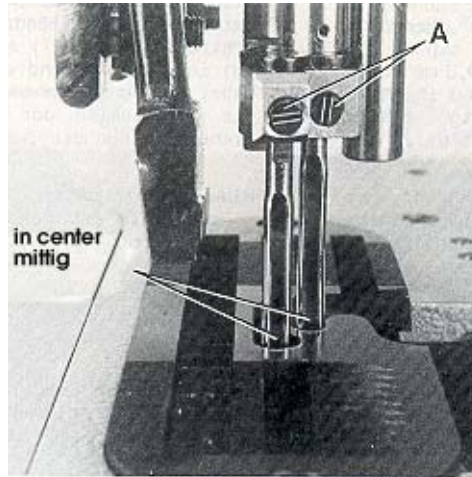
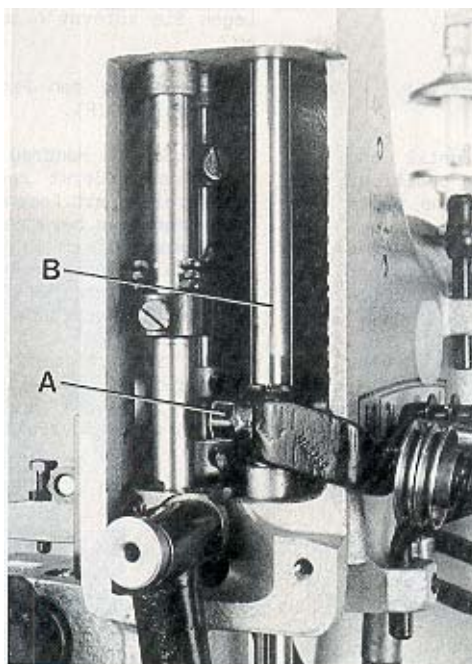

Fig. 3
Fig. 4
Before adjusting the machine insert a new set of needles with the shank as far as possible into the needle holder. The long groove of the needles must point to the front (towards the operator). Tighten the set screws (A, Fig. 3) on the tapered fastening flats of the needle shanks.
Remove the face cover and the finger guard left on the machine head as well as the upper feed dog and the presser foot. Rotate handwheel in operating direction and check if the needles center in the associated needle holes of the throat plate (see Fig. 3). If not loosen clamp screw (A, Fig. 4) in the needle bar connection and turn the needle bar (B) accordingly. Retighten screw (A.).
If an adjustment is necessary loosen clamp screw (A, Fig. 4) in the needle bar connection and move the needle bar (B) up or down, as required. Care should be taken not to disturb the alignment of the needle bar when making this adjustment. Retighten clamp screw.
Setzen Sie vor dem Einstellen der Maschine einen Satz neuer Nadeln so ein, daß der Nadelkolben oben im Nadelhalter anstößt und die lange Rinne der Nadeln nach vorne (zur Bedienungsperson) zeigt. Ziehen Sie die Gewindestifte (A, Fig. 3) auf der konischen Befestigungsfläche am Nadelkolben fest.
Entfernen Sie den Abschlußdeckel und den Fingerschutz links am Maschinenkopf, sowie den Obertransporteur und den Drückfuß. Drehen Sie das Handrad in Nährichtung und prüfen Sie, ob die Nadeln mittig in die zugehörigen Stichlöcher der Stichplatte einstecken (siehe Fig. 3). Wenn nicht, lösen Sie die Klemmschraube (A, Fig. 4) im Nadelstangenmitnehmer und drehen die Nadelstange (B) entsprechend. Ziehen Sie die Schraube (A) wieder an.
Ist eine Einstellung notwendig, lösen Sie die Klemmschraube (A, Fig. 4) im Nadelstangenmitnehmer und schieben Sie die Nadelstange (B) entsprechend nach oben oder unten. Beachten Sie, daß bei dieser Einstellung die Ausrichtung der Nadelstange nicht verändert wird. Ziehen Sie die Klemmschraube wieder an.